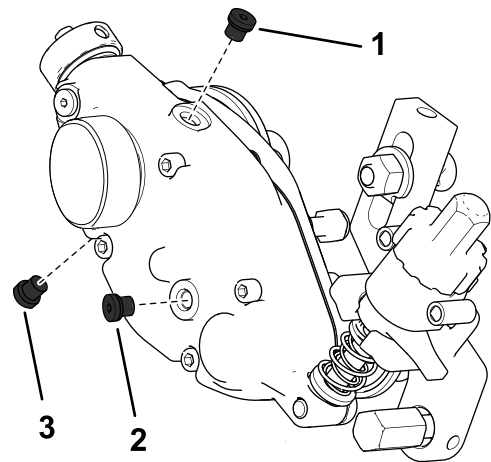

Figura 33
2. Remova o tampão de drenagem no fundo da caixa (Figura 33).
3. Remova o tampão de enchimento na lateral da caixa e desaperte o tampão de ventilação na parte superior para que o ar possa passar (Figura 33).